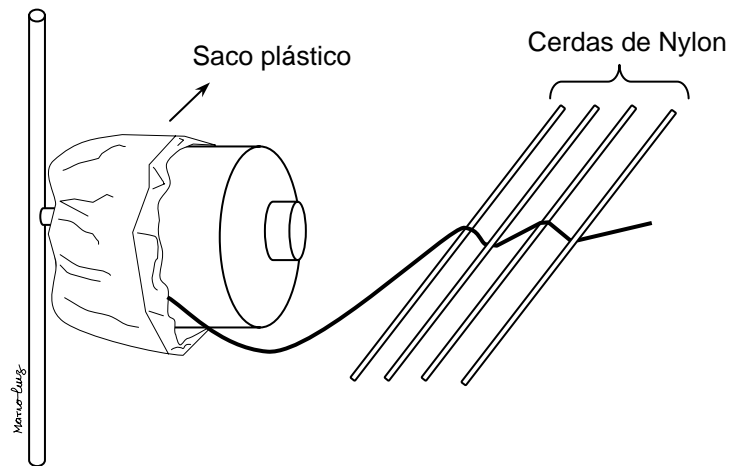

Fig. 06
- ✓ Utilizar sacos plásticos (Fig. 06) envolvendo a embalagem com fios e adaptar cerdas de Nylon (4 ou 5) entre a embalagem de fio e o pára-balão. Exemplo: fios texturizados e entrelaçados, fios com torção, fios com torção alta e crepe.